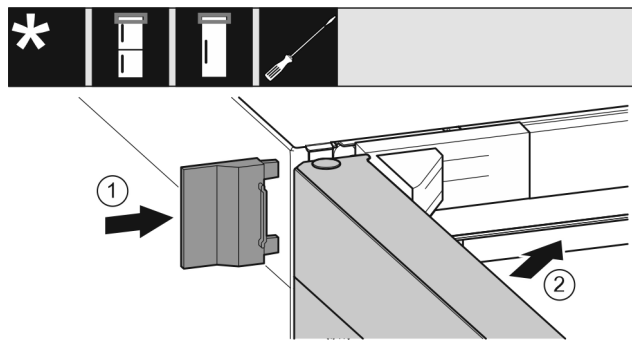

Fig. 21
- ▶ Nasuňte vonkajší kryt. Fig. 21 (1)
- ▶ Zatvorte horné dvere. Fig. 21 (2)